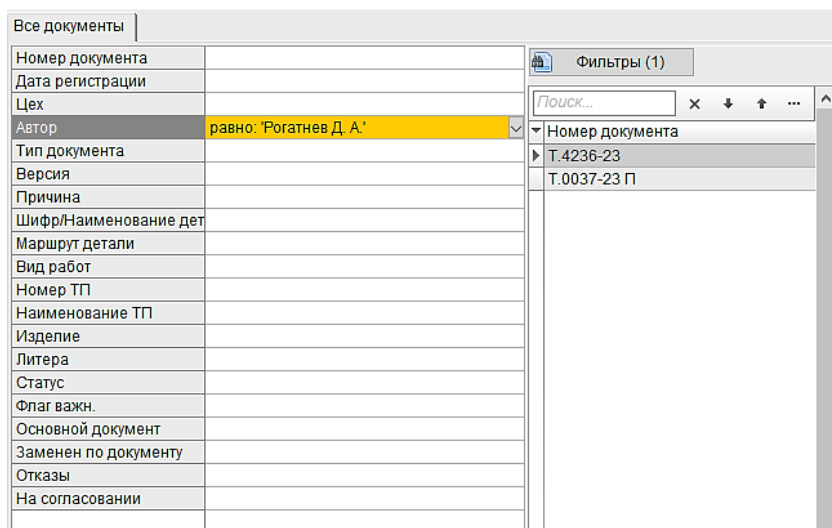

Рисунок 3 - Поле фильтров
- 3) В данной области располагается кнопка «Фильтры», которая вызывает область фильтров (Рисунок 3 - Поле фильтров) и кнопка принудительного обновления информации;